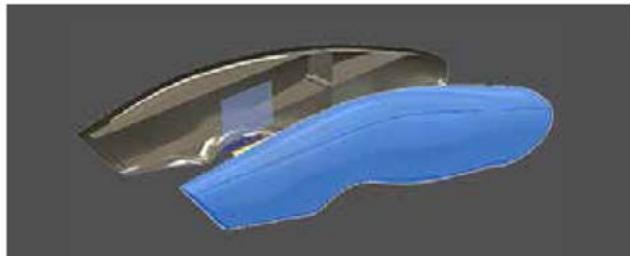

图 2-61
(16) **镜像：**跨平面以相等的距离创建选定面、实体、特征和零部件的镜像副本。选择要镜像的对象，然后选择镜像用的对称平面，如图 2-61 所示。